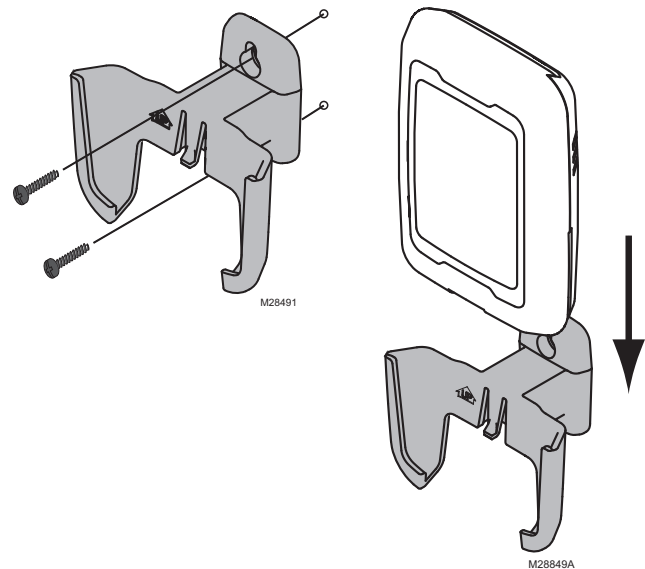

Fig. 3. Montaje del soporte del sensor y del sensor.
1. Monte el soporte del sensor verticalmente en una pared exterior, a 6 pulgadas (152.4 mm) como mínimo, debajo de cualquier alero. Elija una ubicación donde no haya luz solar directa. Consulte la Fig. 3.
7. Coloque la cubierta del sensor nuevamente en el sensor y a este en el soporte. Consulte la Fig. 3.